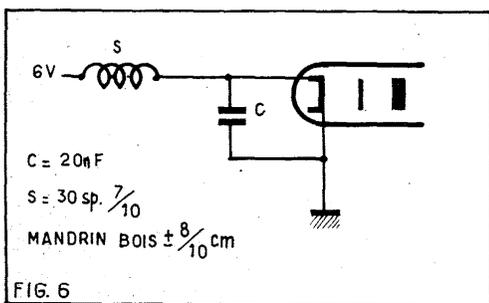

FIG. 6
d) la sensibilité de l'AVJ6 peut être augmentée dans une grande proportion encore en remplaçant toutes les résistances de plaque des ECC81 (2 K) par des résistances de 5 K. (Il s'agit des résistances de charge des plaques et non des résistances de découplage. Mais dans ce cas chaque filament de ECC81 devra être découplé par une self et un condensateur (voir fig. 6). A toutes fins utiles, je rappelle que le filament de la 1re 6U8 doit obligatoirement être découplé;